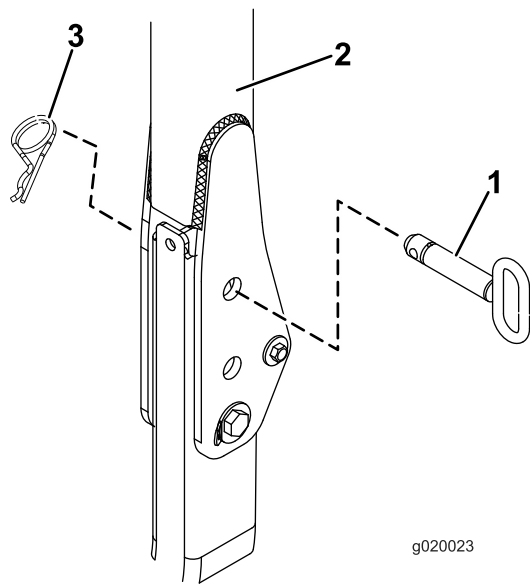

Figure 26
2. **Pour les Reelmaster 3555 et 3575**, passez à l'opération 10. Pour tous les autres modèles, relevez l'arceau de sécurité et retirez les goupilles fendues ainsi que les 2 axes (Figure 26).